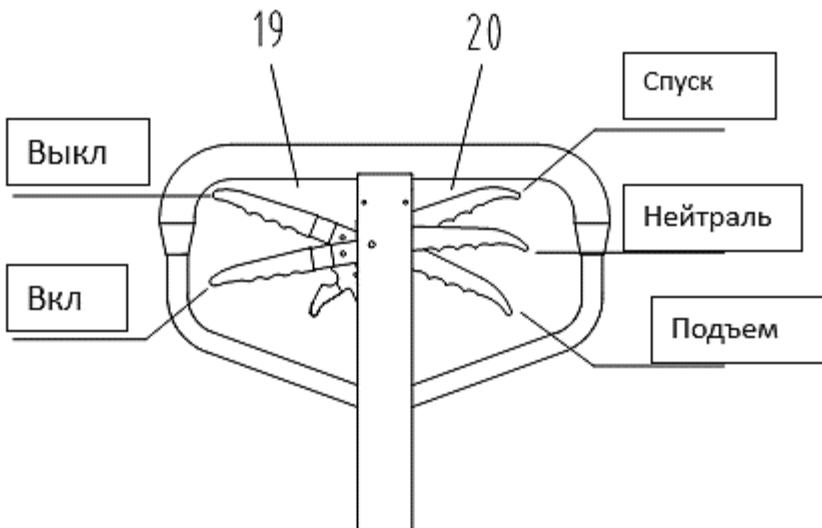

Рис.8
После завершения сборки переведите левую ручку ручки 19 в нерабочее положение, попробуйте раскачать ручку и поработайте с разными положениями правой ручки рукояти управления 20, проверьте, нормальны ли подъем, нейтраль и опускание, (См. Рис.8.)
- Если рукоятка 20 поднята, тележка находится в состоянии подъема, если в этот момент вы качнете ручку, тележка будет поднята, (См. Рис.8)
- Если в этом момент вы качнете ручку, тележка не будет ни опускаться, ни подниматься. Вы можете использовать тележку для перемещения груза, см. рис.8.
- Если рукоятка 20 находится в положении опускания, вилы тележки опускаются. В этом случае вилы тележки опускаются автоматически, (См. Рис.8)